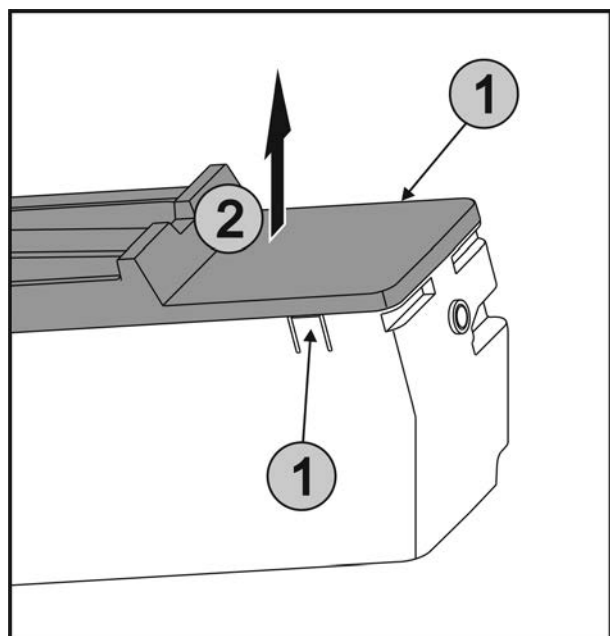

Fig. 38
- ▶ Одновременно нажать на накладки Fig. 38 (1) на обеих сторонах EasyTwist-Ice и снять крышку Fig. 38 (2) движением вверх.